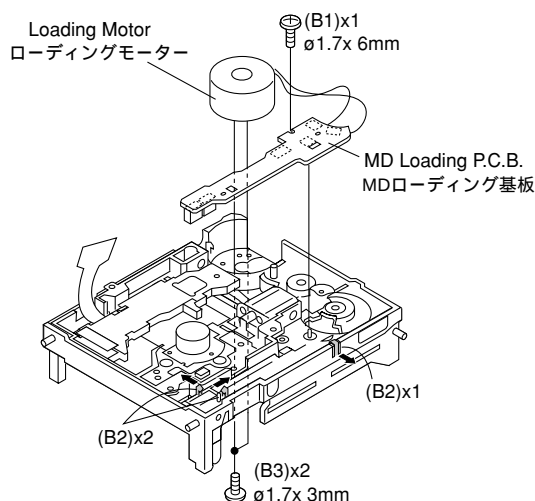

Fig. 8
### Removal of MD Loading P.C.B./Loading Motor (Fig. 8)
- MDローディング基板 / ローディングモータの外し方 (Fig. 8 参照)